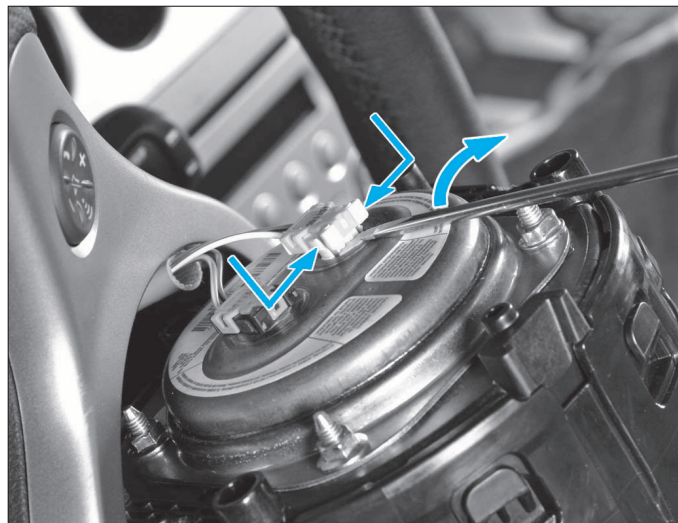

FIG. 4
- Les connecteurs d'airbag sont de type à branchement radial. Ils doivent être déverrouillés en pressant les 2 languettes opposées (flèches) avant de faire délicatement levier avec un petit tournevis pour les débrancher (Fig.4).